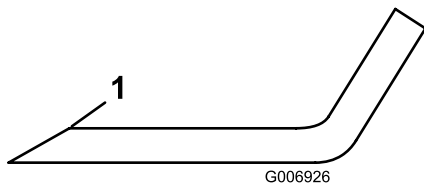

Figure 74
4. Examinez le tranchant de toutes les lames. Affûtez les tranchants s'ils sont émoussés ou ébréchés ; affûtez uniquement le haut du tranchant et conservez l'angle de coupe d'origine pour obtenir une coupe nette (**Figure 74**).